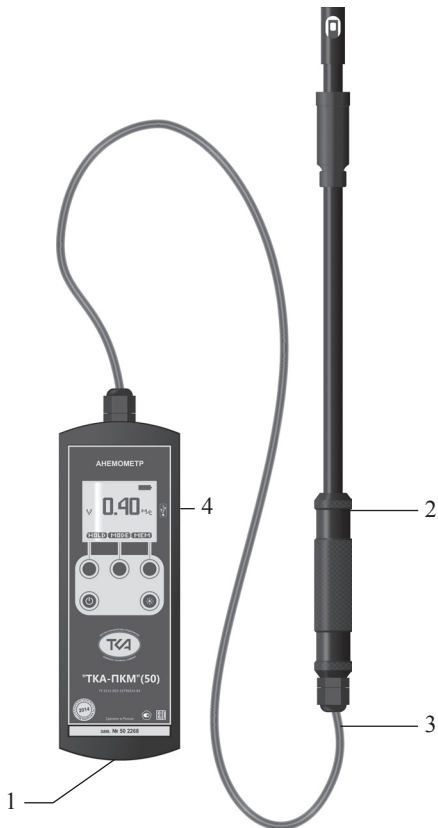

Рис.1 – Внешний вид прибора “ТКА-ПКМ”(50)
5.1 Приборы комбинированные выпускаются в компактном портативном исполнении. Конструктивно прибор состоит из двух функциональных блоков: измерительной головки (ИГ) и блока обработки информации (БОИ), связанных между собой гибким многожильным кабелем (Рис.1).